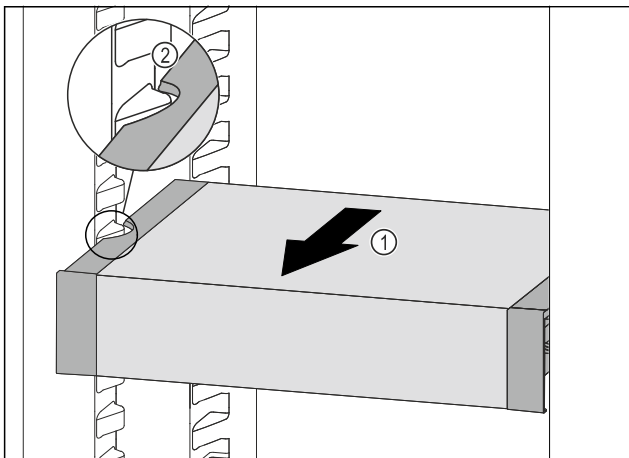

Fig. 142
- ▶ Вытягивайте VarioSafe вперед Fig. 142 (1), пока боковые выемки VarioSafe не окажутся на высоте выступа резервуара в холодильном отделении. Fig. 142 (2)